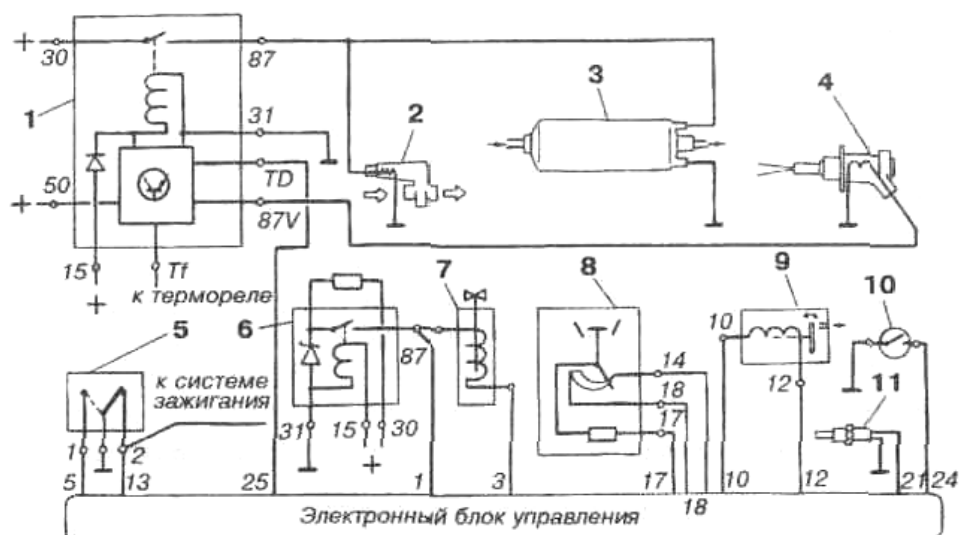

Рис. 30. Электрическая схема системы впрыска "KE-Jetronic":
Электрическая схема системы "KE-Jetronic" имеет сходство со схемой системы "K-Jetronic", (см. рис. 14—16). Основное отличие связано с электронным управлением. На рис. 30 представлен один из вариантов электросхемы системы впрыска топлива "KE-Jetronic".
Перед проверкой герметичности всех соединений топливопроводов необходимо увеличить давление топлива в системе. Для этого на короткое время у снятого управляющего реле 1, (см. рис. 30), шунтируются выводы "30" и "87" разъема.
Спустя 30 мин после остановки двигателя давление топлива в системе должно быть не менее 2,5 кгс/см², при меньшем значении следует проверить реле перегрузки 6, (см. рис. 30).
Двигатель может быть холодным или горячим. При остановленном двигателе замыкаются накоротко выводы "30" и "87" управляющего реле, (см. рис. 30), шланги соедините по первому способу, откройте вентиль (отверстие "В") при этом давление до и за регулятором управляющего давления выравнивается и достигает величины давления питания системы.
При проверке давления в нижних камерах дифференциальных клапанов (управляющего давления, противодействия) при подсоединении шлангов первым способом вентиль (отверстие "В") закрывается, замыкаются выводы "30" и "87" (см. выше) и включается зажигание. На горячем двигателе отсоедините провод (любой) от электрогидравлического регулятора управляющего давления 9, (см. рис. 30). Замерьте давление, которое должно быть на 0,3—0,45 кгс/см² ниже, чем давление топлива в системе.
При присоединении провода к электрогидравлическому регулятору давление не должно изменяться, так как на регулятор подается ток лишь при прогреве двигателя и при ускорении автомобиля. В первом случае величина тока зависит от температуры охлаждающей жидкости и определяется электронным блоком управления. Если температура двигателя отличается от 20°C, тогда отсоедините разъем от датчика температуры охлаждающей жидкости 11, (см. рис. 30), и подключите резистор на 2,5 кОм между разъемом и "массой" (имитируя состояние датчика при температуре охлаждающей жидкости —20°C). Переключите тестер в режим амперметра (шкала мА). Включите зажигание и топливный насос (замыканием выводов "30" и "87", см. выше). Замерьте давление в нижних камерах дифференциальных клапанов и силу тока. При токе 78—82 мА разность давлений питания и управляющего то есть величина дифференциального давления должна быть примерно 1,0—1,3 кгс/см² (рис. 31). Если указанные значения не соответствуют норме, тогда:
- проверяется исправность микропереключателя 10 ПХХ, (см. рис. 30);
- проверяется подача сигнала "TD" от электронного блока управления к управляющему реле 1, (см. рис. 30). Характеристика регулятора управляющего давления при торможении двигателем показана на рис. 32.